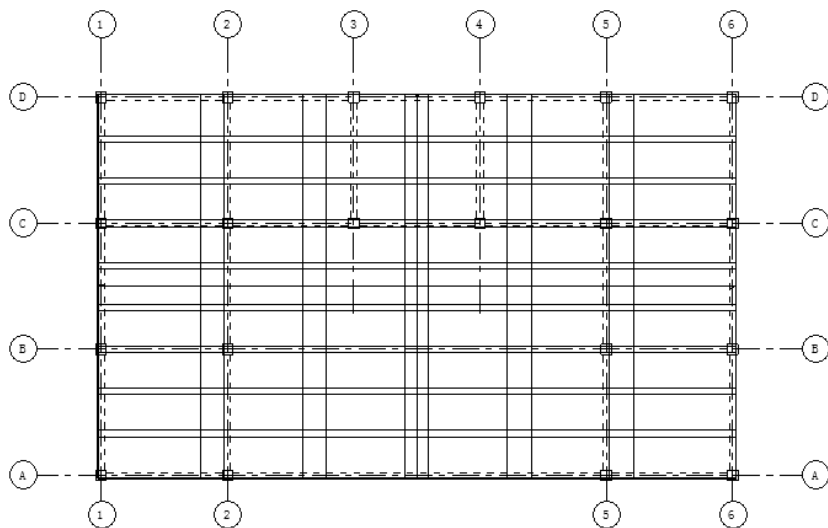

图 13-44 创建钢筋网区域
(5) 单击“修改|创建钢筋网边界”选项卡“模式”面板中的“完成编辑模式”按钮，如图 13-44 所示。
(6) 选择步骤(5)创建钢筋网区域，单击“删除钢筋网系统”按钮，区域钢筋网系统将从项目中删除，并将钢筋网片保留在原来位置。